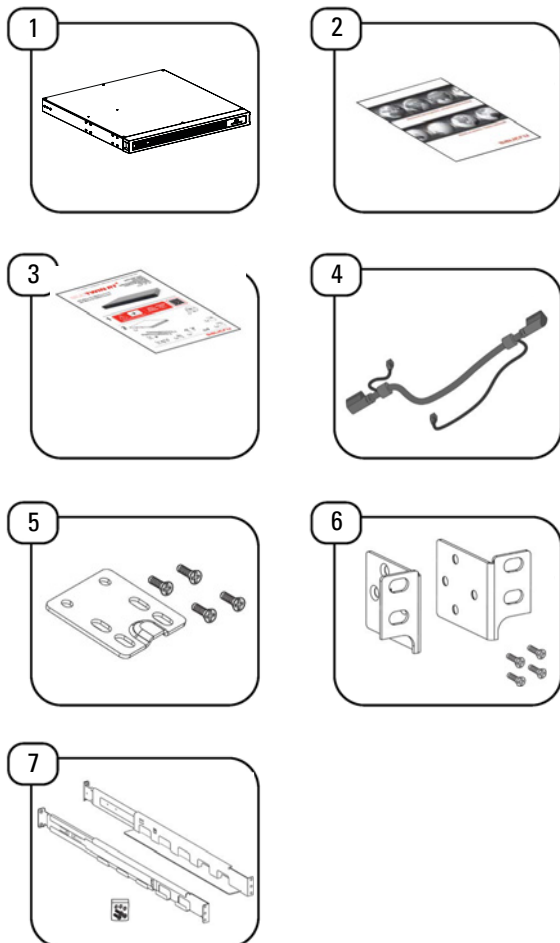

Abb. 9. Verpackungsinhalt der Batteriemodule (EBM).
2. Für die Installation des Geräts in einem Rackschrank müssen die im Lieferumfang enthaltenen Seitenführungen verwendet werden, um das Gerät zu stützen (Punkt 9, Abb. 9).
Die Batteriemodule in Reihe mit den Leistungskabeln, die über integrierte RJ45-Stecker verfügen, anschließen (Punkt 4 Abb. 9), wie in der nachfolgenden Abbildung dargestellt:
Die mitgelieferten Metallplatten (Punkt 5 der Abb. 9) verwenden, um die verschiedenen EBM an die USV bei einer Installation in Turmausführung anzuschließen, wie unten dargestellt:
Der Anschluss des Batteriemoduls an das Gerät erfolgt über einen Schlauch, der als Zubehör im Batteriemodul enthalten ist (Punkt 4, Abb. 9).